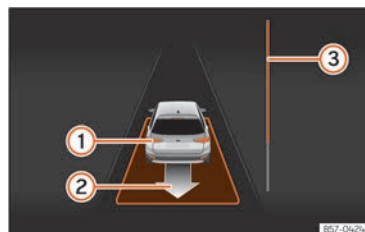

Abb. 146 Am Bildschirm des Kombi-Instruments: parallel zur Fahrbahn ausparken.
- Fahren Sie rückwärts, bis das Dauertonsignal des ParkPilot ertönt; **ODER:** fahren Sie zurück, bis am Bildschirm des Kombi-Instruments die Anzeige zur Vorwärtsfahrt erscheint. Die Fortschrittsanzeige »» **(Abb. 146)** ③ zeigt den zurückzulegenden Abstand an.